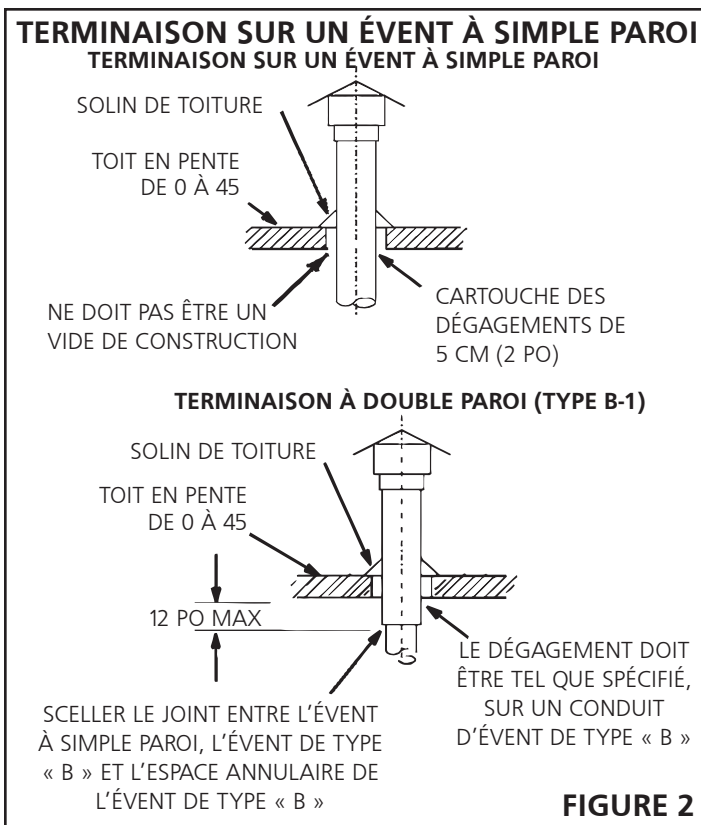

FIGURE 2
1. **États Unis:** Les radiateurs MHU doivent être utilisés avec des cheminées approuvées NFPA ou ANSI, des événements pour le gaz homologués U.L. de type B-1, des conduits en métal à simple paroi, ou des systèmes homologués de doublage de cheminée pour l'aération du gaz, là où cela s'applique, ainsi qu'avec les modifications et limitations listées dans la **figure 2**. Sceller le matériel unique de l'évent mural conformément à la section **A - Exigences et recommandations générales**.